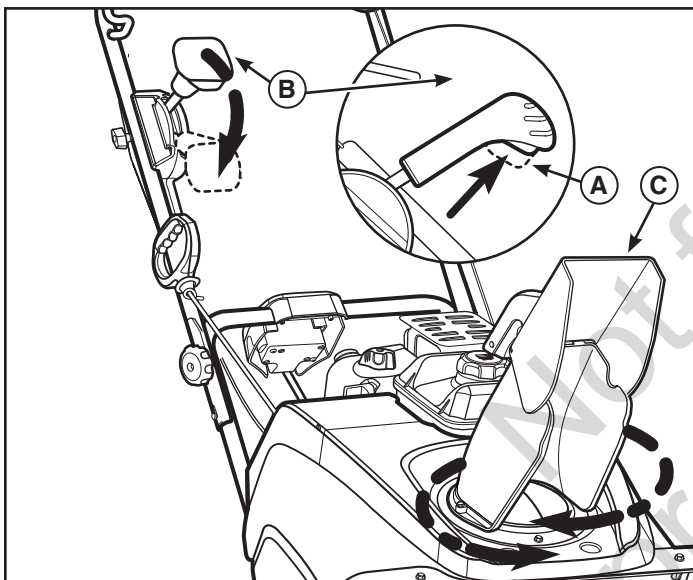

Figure 10
1. Serrez en la maintenant dans cette position la gâchette (A, Figure 10, incrustation) sur la poignée (B) de la commande à distance de la goulotte.
2. Poussez la poignée vers l'avant pour faire pivoter la goulotte (C) dans le sens contraire des aiguilles d'une montre, ou bien tirez la poignée vers l'arrière pour faire pivoter la goulotte dans le sens des aiguilles d'une montre comme illustré sur la Figure 10.